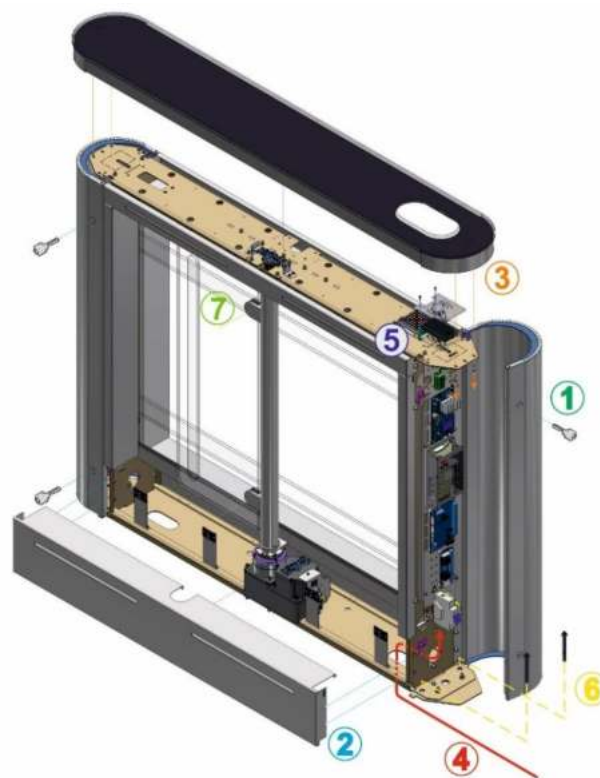

Рис. 20- Загальний вигляд встановлення тумби турнікета «Sweeper-BM-1»
1. - Відкрити замки за допомогою ключа та повернути дверки (Рис. 20);